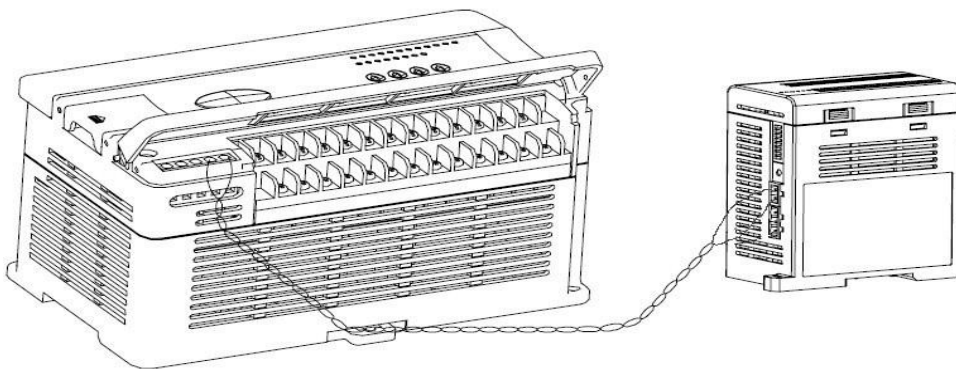

图 2-6 连接通讯线
1. 和 MEGMEET 的 PLC 主模块组网。用户需使用自备的双绞线连接 MTCW 的 RS485 通讯端子和主模块的 RS485 通讯端子（参见相关主模块的用户手册）。如图 2-6 所示：